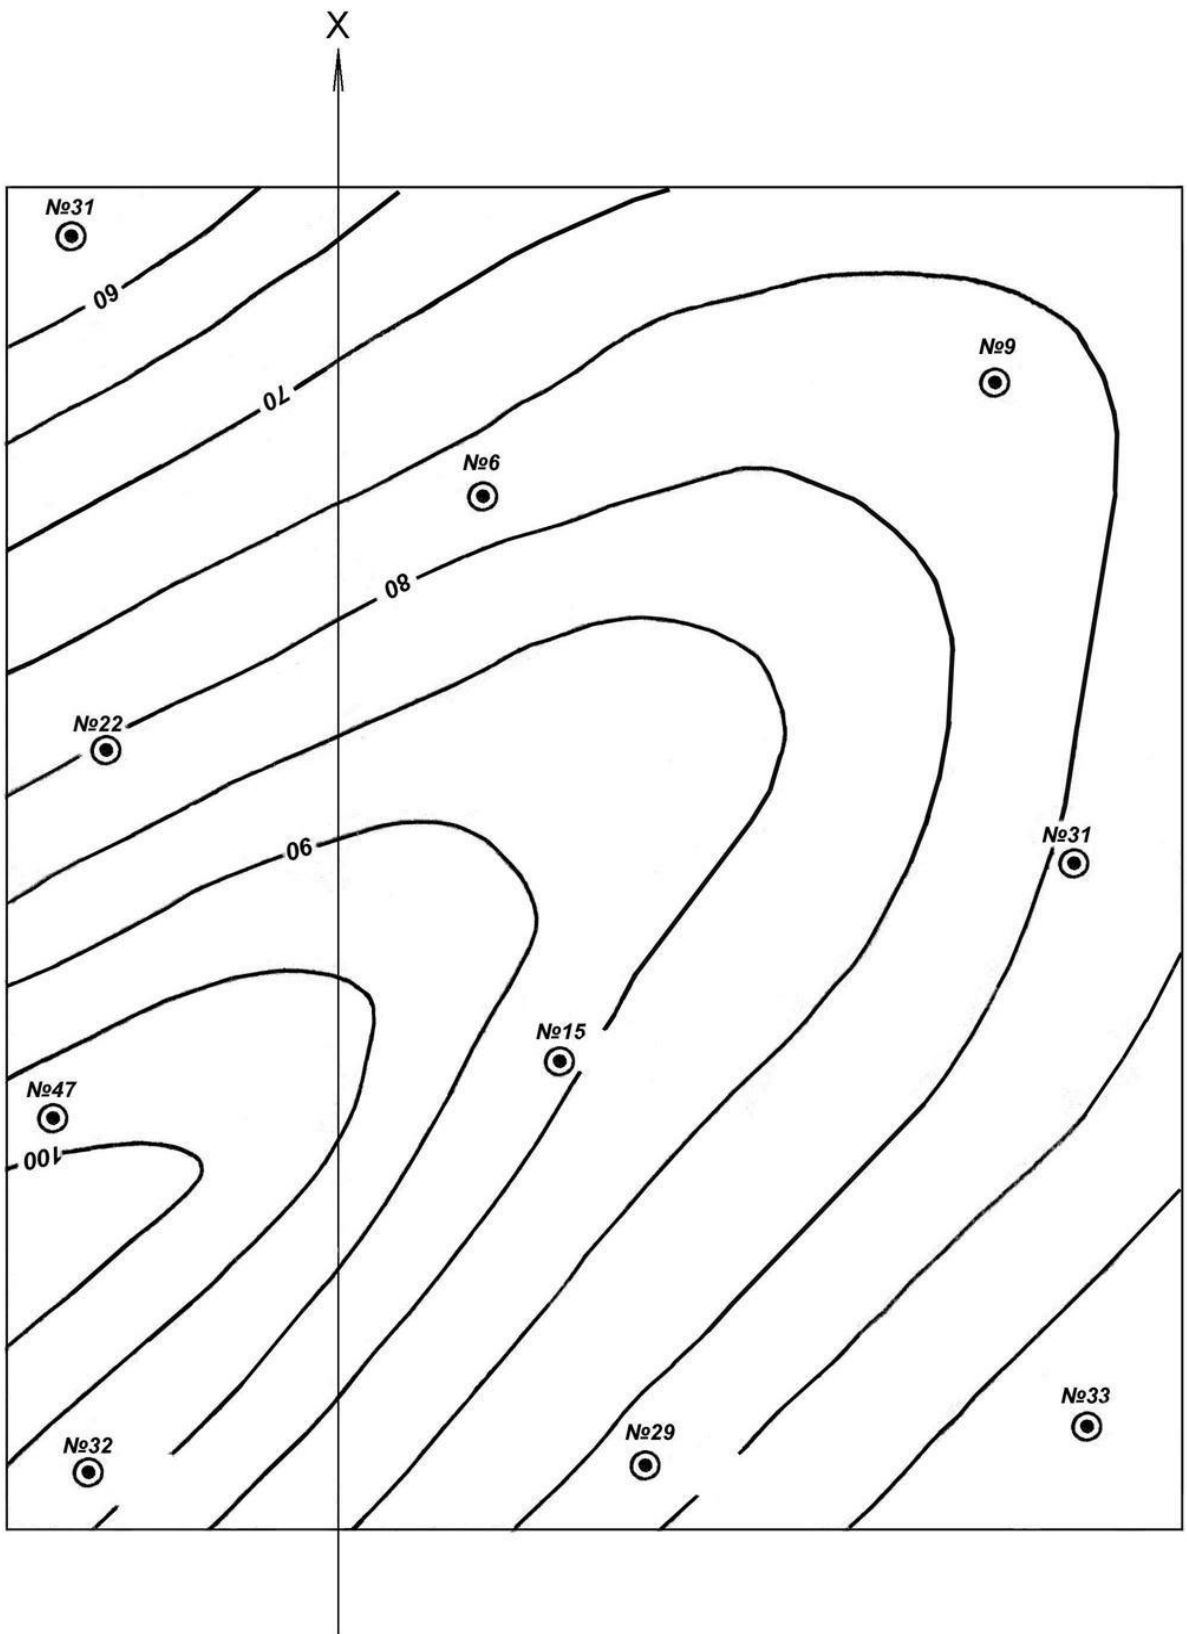

Рис. 4.2. План расположения скважин в масштабе 1:5000
1. Сделать 2 копии рис. 4.2, изменить данные по скважинам на величины поправок,